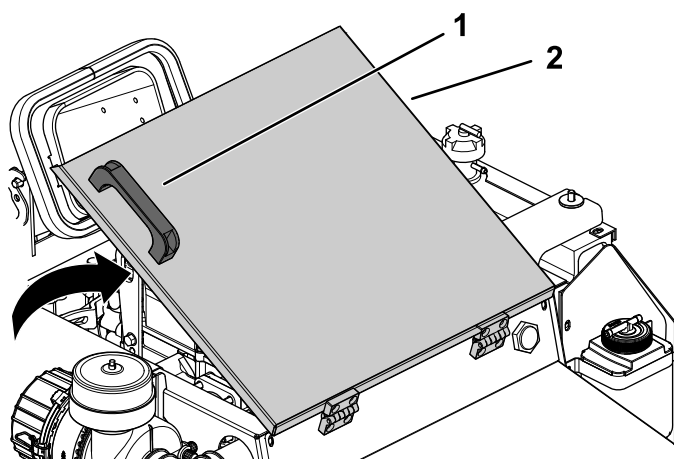

Рисунок 57
2. Чтобы получить доступ к двигателю, поднимите за ручку крышку доступа (Рисунок 57).